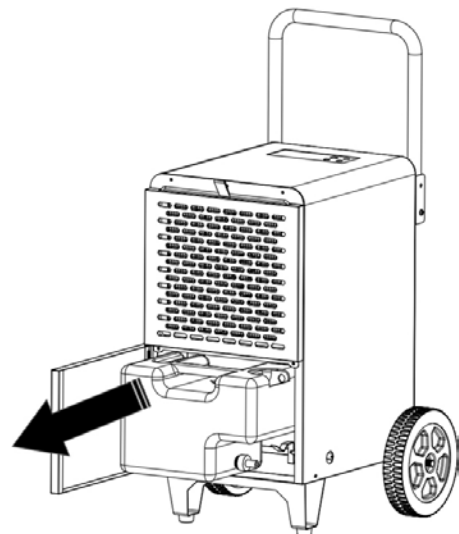

Abb. 7
- Kondensatbehälter entnehmen (Abb. 7)